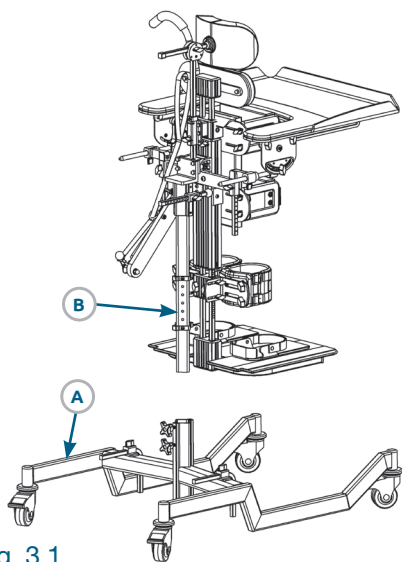

Fig. 3.1
Afin de faciliter son transport, le VERTIFLEX est conçu en deux sections, dont la base (A) et le châssis (B). (Fig. 3.1)
ASSEMBLAGE (Fig. 3.1 et 3.2)
DÉSASSEMBLAGE (Fig. 3.1 et 3.2)